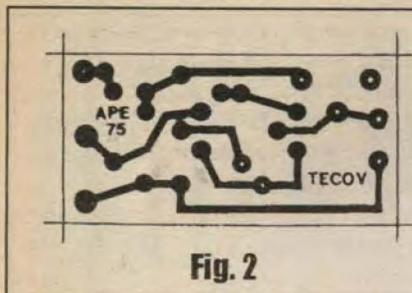

Fig. 2
- FIG. 2 - LAY OUT DO CIRCUITO IMPRESSO ESPECÍFICO - Lado cobreado do impresso, em tamanho natural, com a estrutura de ilhas e pistas em **preto**, e as áreas a serem liberadas do cobre em **branco**... Cópia, traçagem, corrosão, furação e limpeza serão facilísimas, devido às modestas dimensões da plaquinha, e da descomplicação do seu desenho... É um item da montagem que o leitor/hobysta deverá realizar sem o menor problema... De qualquer modo recomendamos (Já enchamos o saco com tal aviso, não é...? Mas a sua importância justifica a insistência...) que uma rigorosa conferência seja feita ao final da confecção, já que da perfeição da placa depende praticamente 100% das chances de sucesso em qualquer montagem...